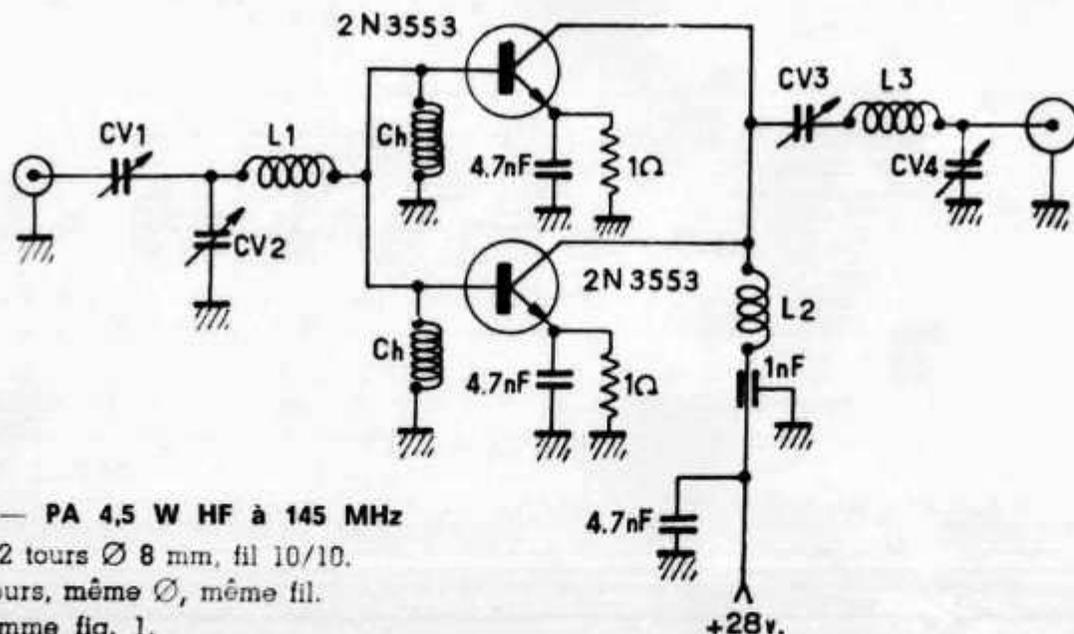

Fig. 3 — PA 4,5 W HF à 145 MHz
b) **Sous 28 volts.** Le choix des transistors est plus étendu. Le prix d'achat nous a de nouveau guidé et nous avons retenu trois types de transistors, toujours dans la même série Motorola. En partant du 2N3137 avec 0,5 W de sortie, deux 2N3553 en parallèle donneront 4,5 W. Avec un peu plus d'excitation (2N3309 au final du montage de base), il est possible d'utiliser le 2N3375 qui délivrera entre 5 et 6 W. Les schémas sont donnés par les figures 3 et 4. L'avantage du 2N3375